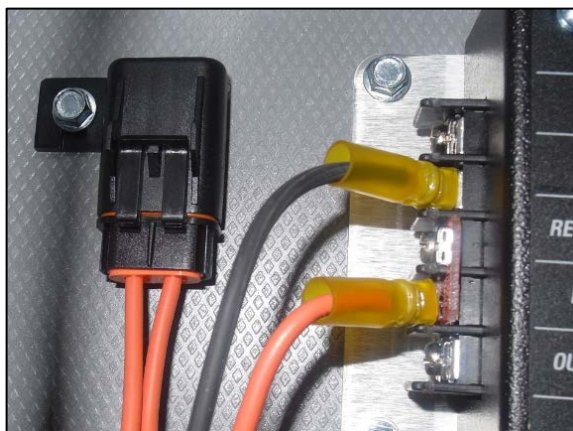

FIGURE 6
10. Installer le porte-fusible à la gauche du convertisseur avec une vis auto-perceuse et en alignant les fils vers le bas (Figure 6).